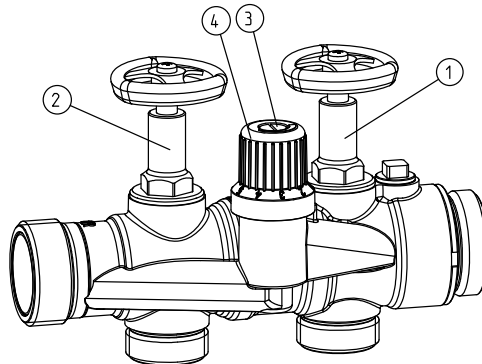

Abb. E-1 Anschlussblock
1. Absperrventil Rohwasser und Absperrventil aufbereitetes Wasser am Anschlussblock öffnen (siehe Abb. E-1, Pos. 1 und Pos. 2).
Dazu Feststellschraube lösen und das Verschneideventil mittels der Verstellhülse am Anschlussblock ganz schließen, nach rechts drehen (siehe Abb. E-1). Wasserprobe nach der Anlage entnehmen und mit der Wasserprüfeinrichtung Nitratgehalt ermitteln. Die Anlage arbeitet einwandfrei, wenn die gewünschte Nitratreduzierung erzielt wird, bzw. der Grenzwert eingehalten wird.
- Verstellhülse auf mittleren Skalenwert stellen (Abb. E-1 Pos 4).